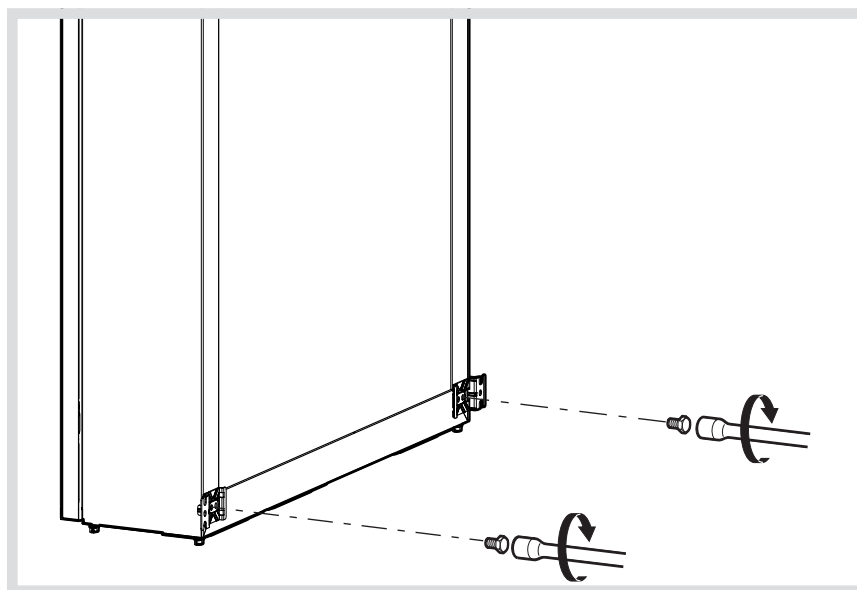

Bild 12: Montage Befestigungslaschen zur seitlichen Fixierung
- 2 Befestigungslaschen zur seitlichen Fixierung auf der Trageschiene rückseitig am Energiespeichersystem unten anschrauben (Bild 12).